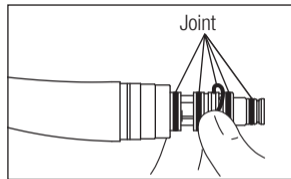

Fig. 12
- 2) Enlevez manuellement avec précaution chaque joint (Fig. 12).